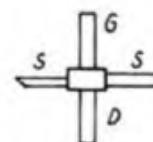

Bild 4: Anschlußbelegung MGF 1502
- MGF 1502 (Bild 4): FET im Plastikgehäuse, geringes Rauschen im VHF/UHF-Bereich ($F = 1,5$ dB bei 4 GHz; P_{tot} max. 300 mW), etwa 20 DM